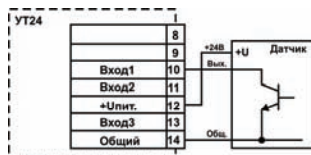

Рисунок 11
- активные датчики, имеющие на выходе транзистор n-р-п-типа с открытым коллекторным выходом. Для питания таких датчиков на клеммник прибора выведено напряжение 24 ± 3 В (максимальный ток нагрузки 100 мА) (рисунок 11);